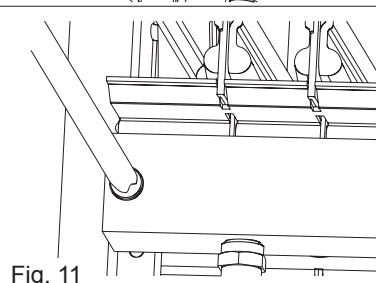

Fig. 11
- Svitare le viti che tengono in posizione il diffusore (fig. 11)